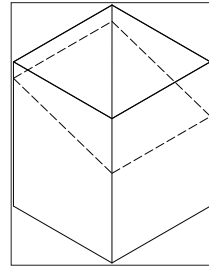

Figura 18
1. Marque una línea en el lado de la caja de soporte para techo de doble altura para corresponder a la línea de la pendiente del techo, como se muestra en la **Figura 18**. Permita que la caja de soporte sobresalga por debajo de la parte baja del cielo raso terminado un mínimo de 2" (50.8 mm).